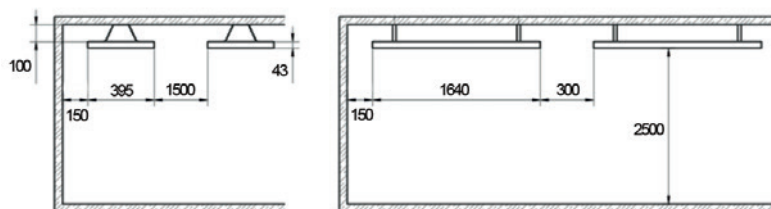

Рисунок 3
- подсоединить провода к клеммной колодке обогревателя согласно рис. 3 Приложения. Между источником питания и обогревателем должен быть установлен разъединитель (сетевой выключатель), обеспечивающий полное снятие напряжения питания с обогревателя.